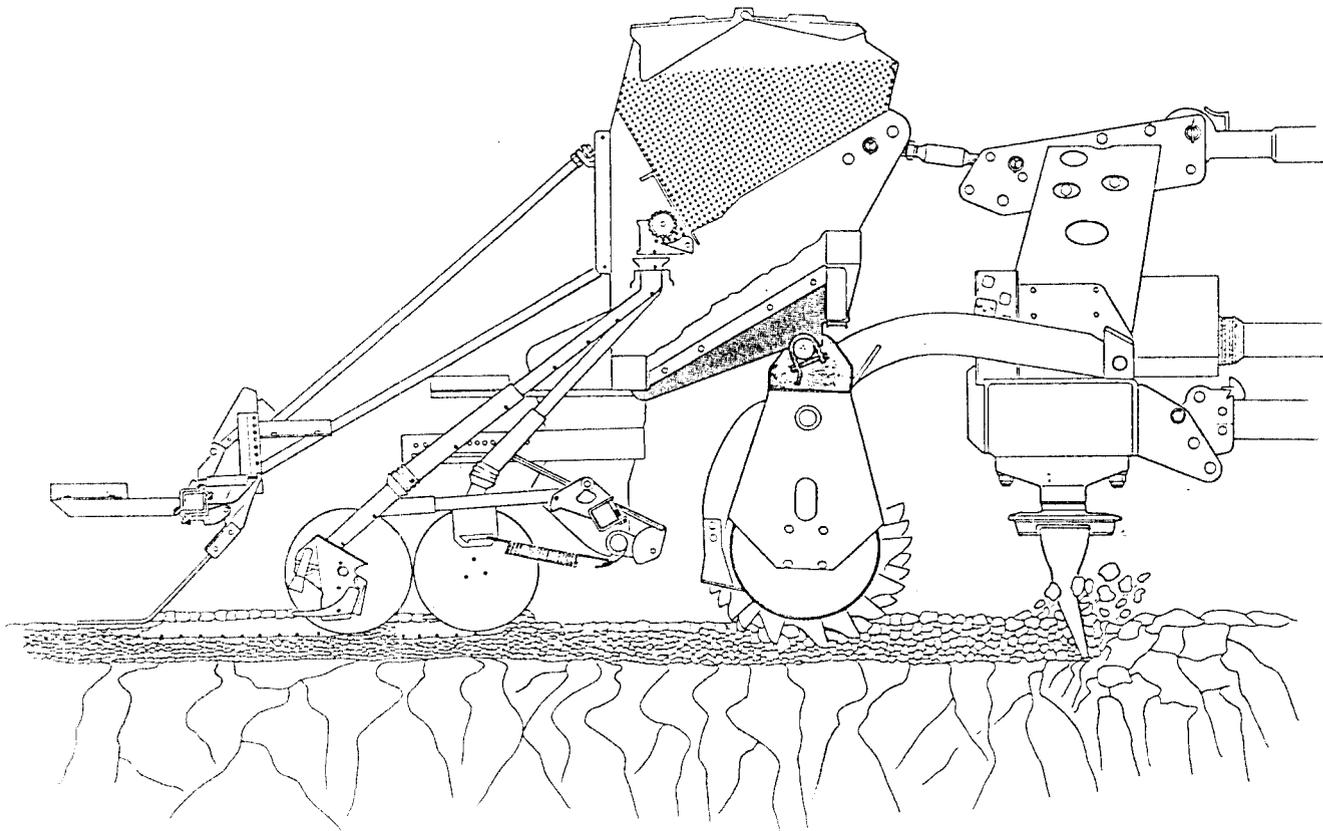

Fig. 2
- Vibrazone AMAZONE combiné avec semoir porté, avec socs normaux (K) (socs traînés) : en terres légères sur labour.
- Herse alternative ou FlexiAlternative AMAZONE combinée avec semoir porté, avec socs normaux (K) : en terres légères jusqu'à moyennes pour travail sur labour.
- Herse rotative AMAZONE combinée avec semoir porté, avec socs normaux (K) : en tous terrains pour travail sur labour.
- Cultimix AMAZONE combiné avec semoir porté, avec socs normaux (K) : en tous terrains (même extrêmement argileux ou pierreux) pour travail sur labour ou pseudo-labour ou sans labour ou pseudo-labour, avec présence ou non de déchets organiques en surface.
- Cultimix AMAZONE combiné avec semoir porté, avec rollsocks (fig. 2) : en tous terrains (même extrêmement argileux ou pierreux), avec ou sans labour ((ou pseudo-labour), avec présence ou non de déchets organiques en surface.